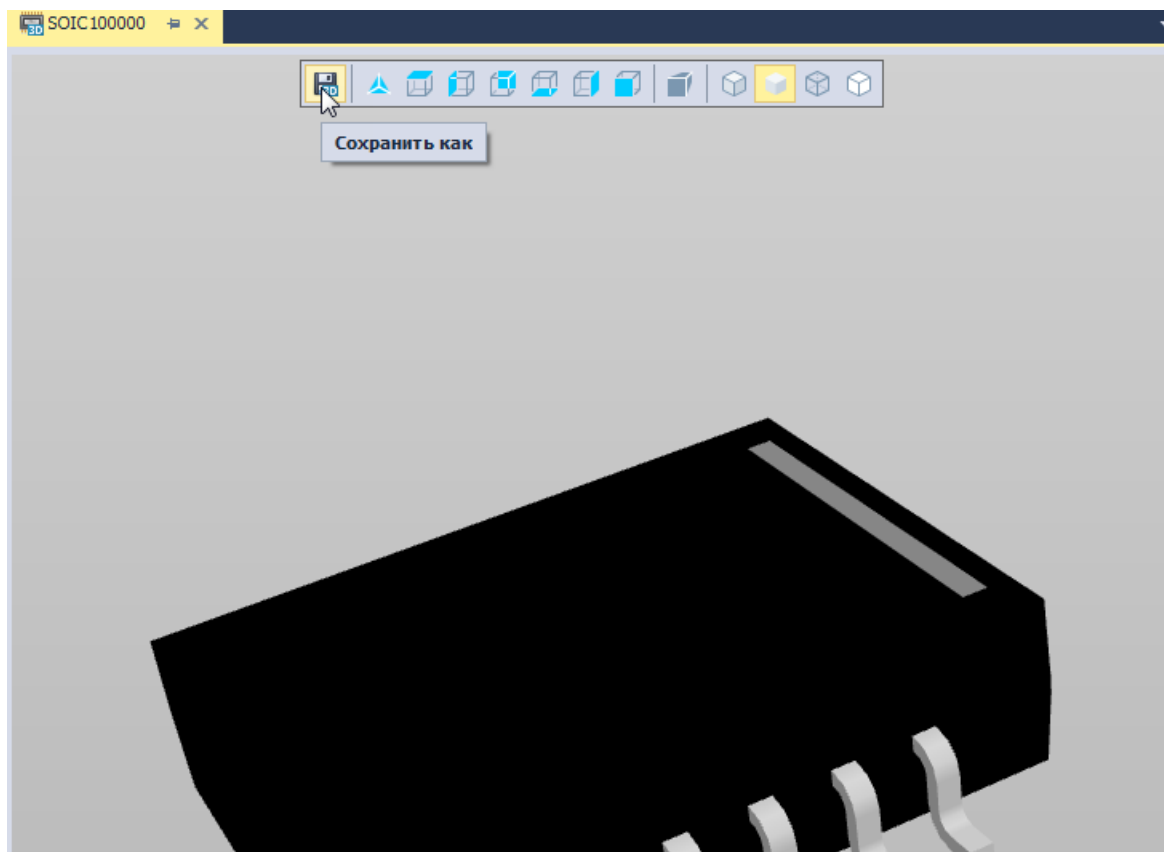

Рис. 90 Сохранение созданной 3D модели корпуса
4. Сохраните созданную модель, нажав «Сохранить как» или «Сохранить все» на панели инструментов окна редактора, см. Рис. 90. Возможные форматы сохранения модели: STEP, STL, C3D.